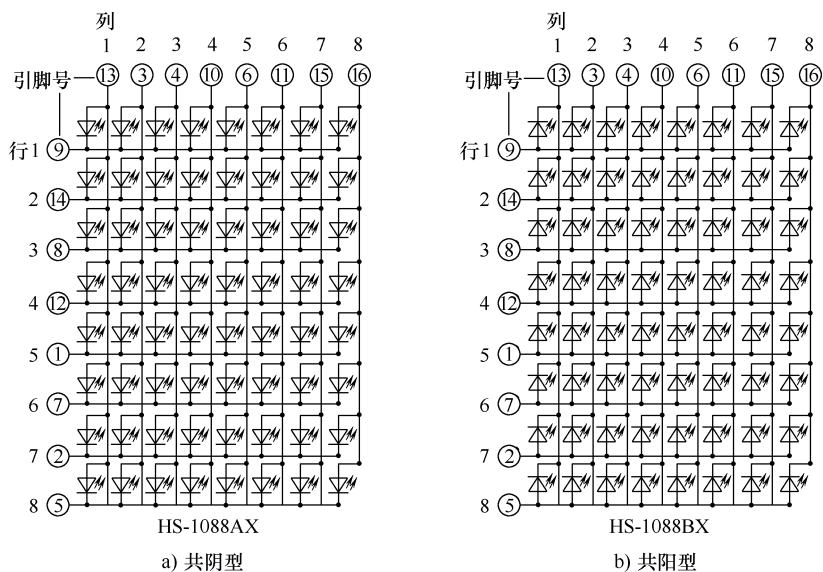

图 8-7 单色 LED 点阵的结构类型
(1) 类型 根据内部发光二极管连接方式不同，LED 点阵显示器可分为共阴型和共阳型，其结构如图 8-7 所示，对单色 LED 点阵来说，若第一个引脚（引脚旁通常标有 1）接发光二极管的阴极，该点阵叫做共阴型点阵（又称行共阴列共阳点阵），反之则叫共阳点阵（又称行共阳列共阴点阵）。